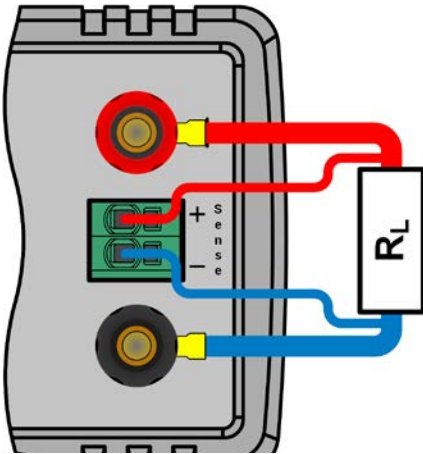

Figure 6 - Exemple de câblage de la mesure à distance
- La mesure à distance est uniquement accessible en fonctionnement à tension constante (CV) et pour les autres modes de régulation l'entrée sense doit être déconnectée, si possible, car la laisser connectée augmente généralement les oscillations.
- Les câbles sense doivent être reliés + au + et - au - de la charge, sinon l'entrée Sense peut être endommagée. Par exemple voir *Figure 6* ci-dessous.